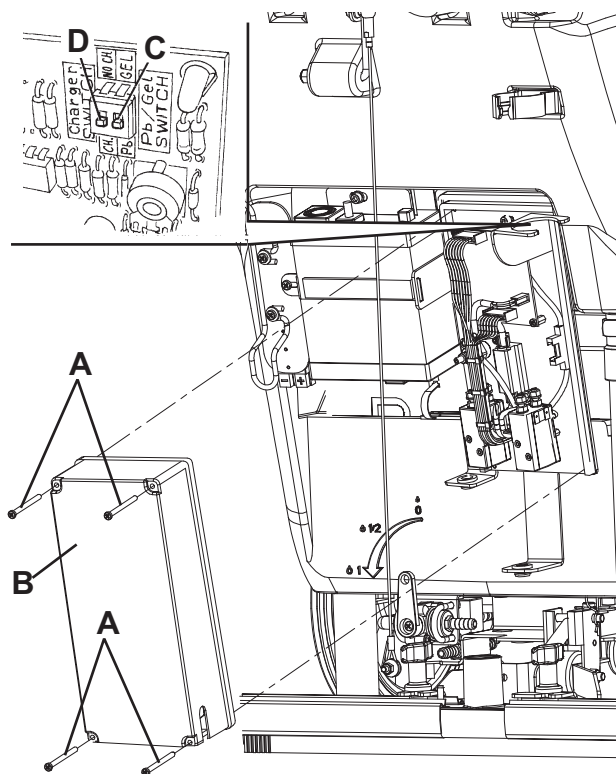

Рис. 1
1. Проверьте, что коннектор аккумулятора (29) отключен.
3. Удалите винты (А, Рис. 1), затем снимите крышку корпуса электродетали (В).